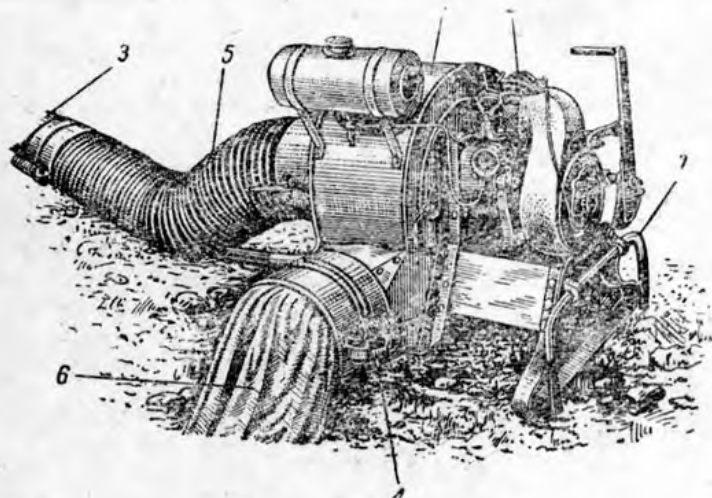

Рис. 168. Дыморефулер.
**Дымо ре фу л е р.** Для откачивания дыма, газов и паров из помещений на машине имеется специальный переносный агрегат — дыморефулер (рис. 168), представляющий собой алюминиевый вентилятор 1 типа «Сирокко», сидящий на общем валу с двигателем внутреннего сгорания 2. Диаметр рабочего колеса вентилятора 0,33 м. Двигатель одноцилиндровый, двухтактный, воздушного охлаждения. Работает на смеси бензина с маслом с отношением 10 : 1. Мощность двигателя 2,5 л. с. Производительность дыморефулера при 3000 оборотах 70 м3/мин. Всасывающие рукава 3 железные, оцинкованные, диаметром 260 мм, длиной по 2 м каждый, со специальным пружинным соединением 4. Для поворотов всасывающей линии имеются гибкие металлические рукава 5, длиной по 1,5 м каждый. Нагнетательные рукава 6 диаметром 260 мм изготовлены